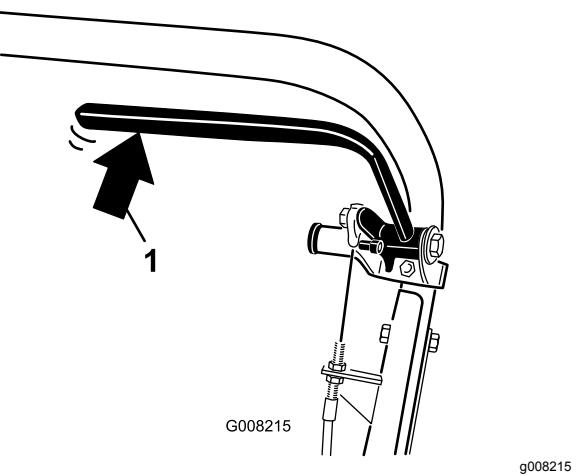

Bild 33
2. Drücken Sie mit einer Federskala rückwärts auf den Betriebsbremshebel (Bild 33). Die Feststellbremse sollte sich bei einer aufgebrachten Kraft von 13,5 kg bis 18 kg lösen. Wenn sich die Feststellbremse löst, bevor eine Kraft von 13,5 kg bis 18 kg aufgebracht wird, muss der Bremszug eingestellt werden.